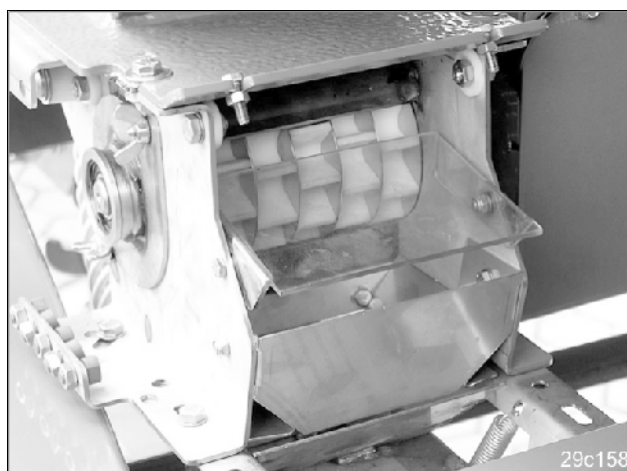

Fig. 44
- Figuren (Fig. 44) viser det lukkede spjæld.